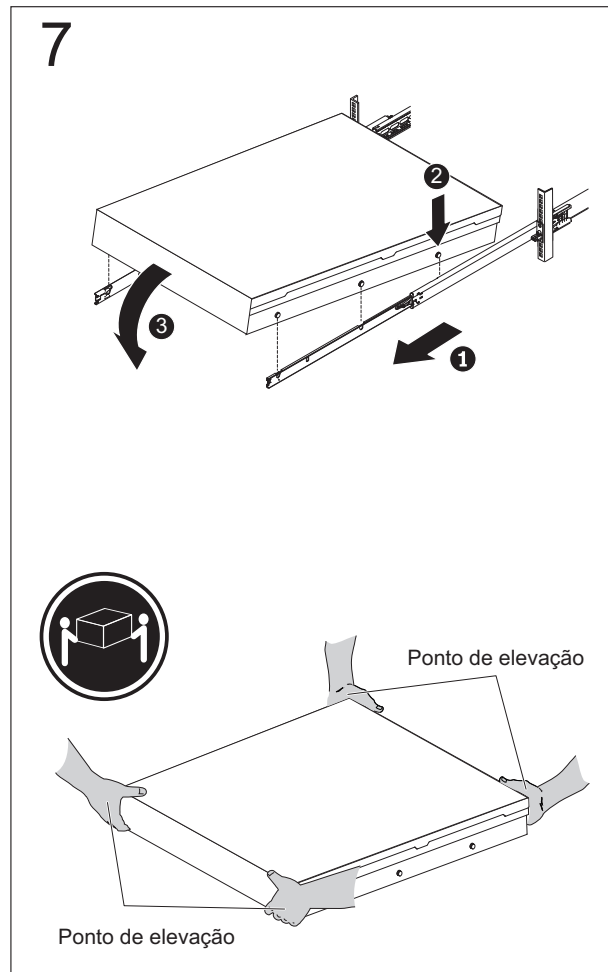

Figura 49. Instalando o Nó do SAN Volume Controller 2145-DH8 nos Trilhos Deslizantes do Rack
- a. Puxe os trilhos deslizantes **1** para frente, até que cliquem duas vezes no lugar (conforme mostrado na Figura 49 na página 83).